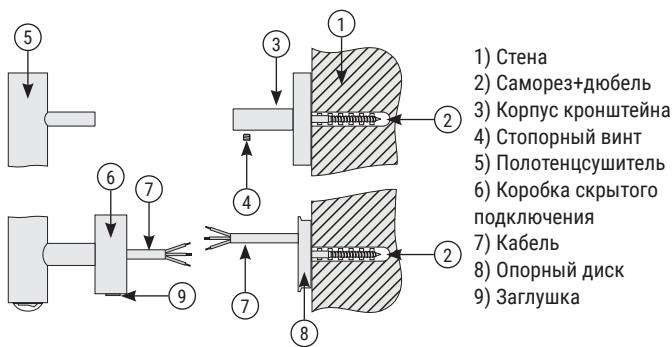

Рис.1
- 4.3. В полученных метках (п. 4.2) сделать отверстия диаметром 6 мм и произвести монтаж кронштейнов ЭПС и внутреннего опорного диска коробки подключения (рис. 1) с помощью саморезов и дюбелей.
- 4.6. При подключении через скрытую проводку место крепления соединительной коробки должно совпадать с местом вывода кабеля из стены (рис. 1).
- 4.9. Подготовить концы проводов для последующего соединения и зачистить их (рис. 1).
- 4.10. Установить круглую заглушку на нижней стороне соединительной коробки вместо заглушки с отверстием (рис. 1 «9»).